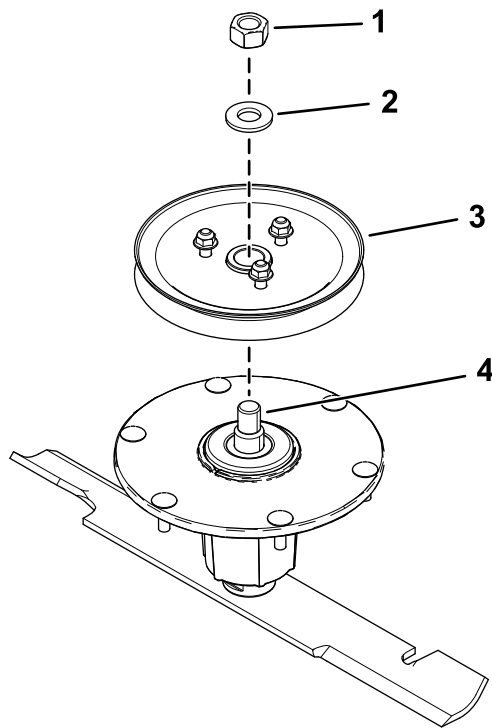

Figura 10
4. Instale la polea en el eje usando la arandela y la tuerca superior (Figura 10).